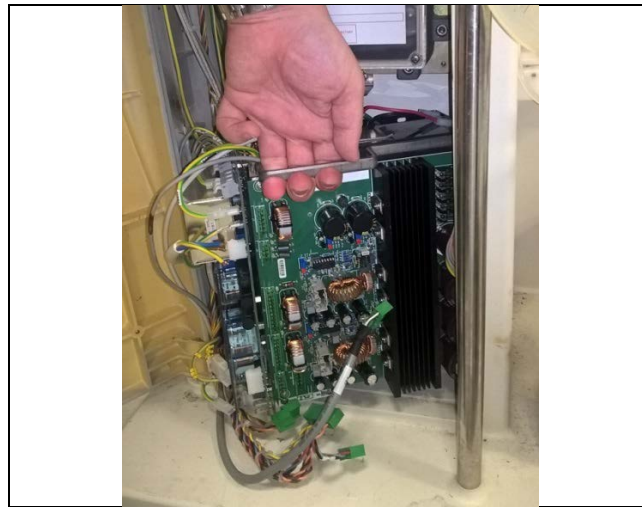

Fig. 13
- Saisissez le bloc d'alimentation à l'aide de sa poignée métallique (**Fig. 13**) ;
- Soulevez le bloc d'alimentation et réinsérez-le dans la machine (**Fig. 13**).